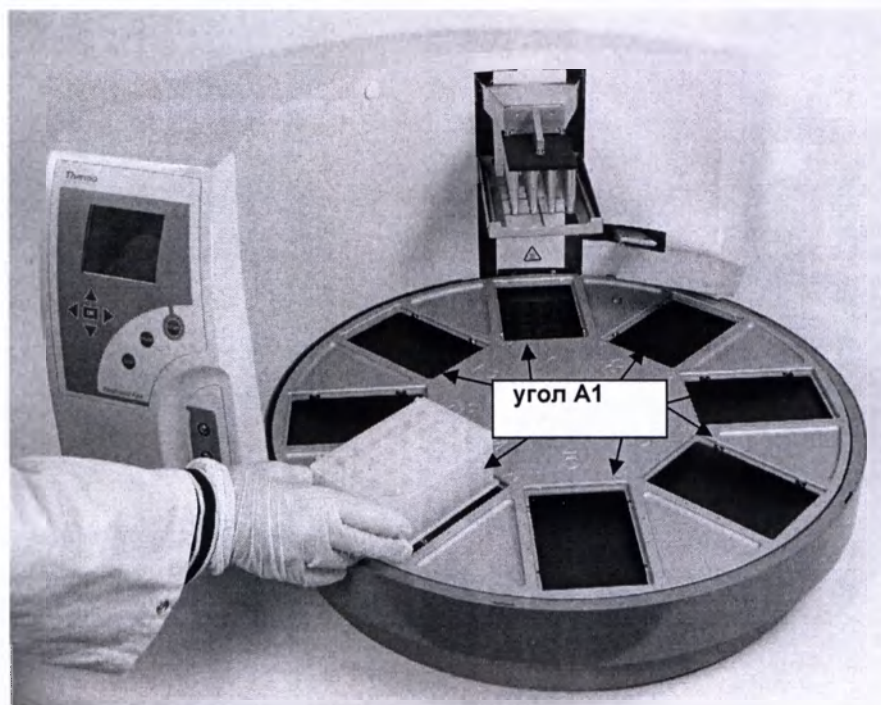

Рис. 6.7 Загрузка глубокого планшета 24 для KingFisher Flex
3. Установит планшеты в порядке, предусмотренном протоколом (Рис. 6.7 – 6.9). Поместить лунку A1 в правый верхний угол планшета. Первый ряд A1 всегда находится на линии внутренней окружности. После установки планшетов в гнезда нажать кнопку **start**.